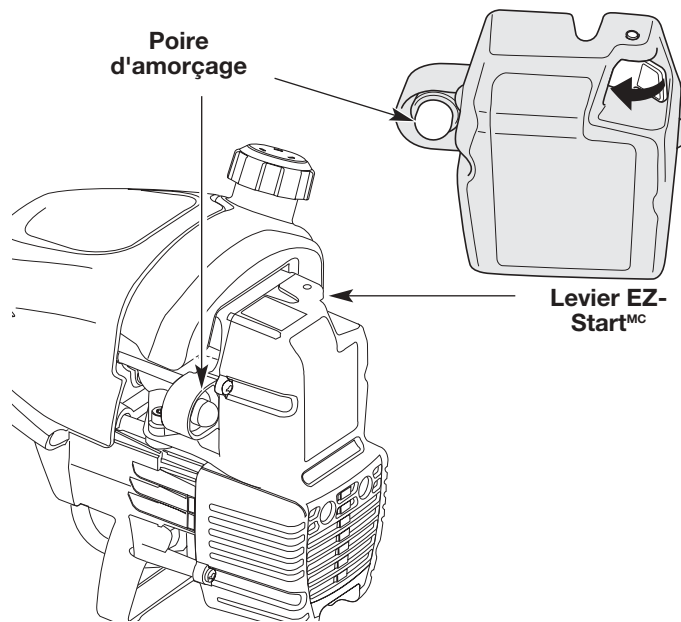

Fig. 4
6. Appuyez sur la manette des gaz pendant 5 à 10 secondes pour réchauffer le moteur. Le levier EZ-Start^{MC} devrait se dégager automatiquement (Fig. 4).